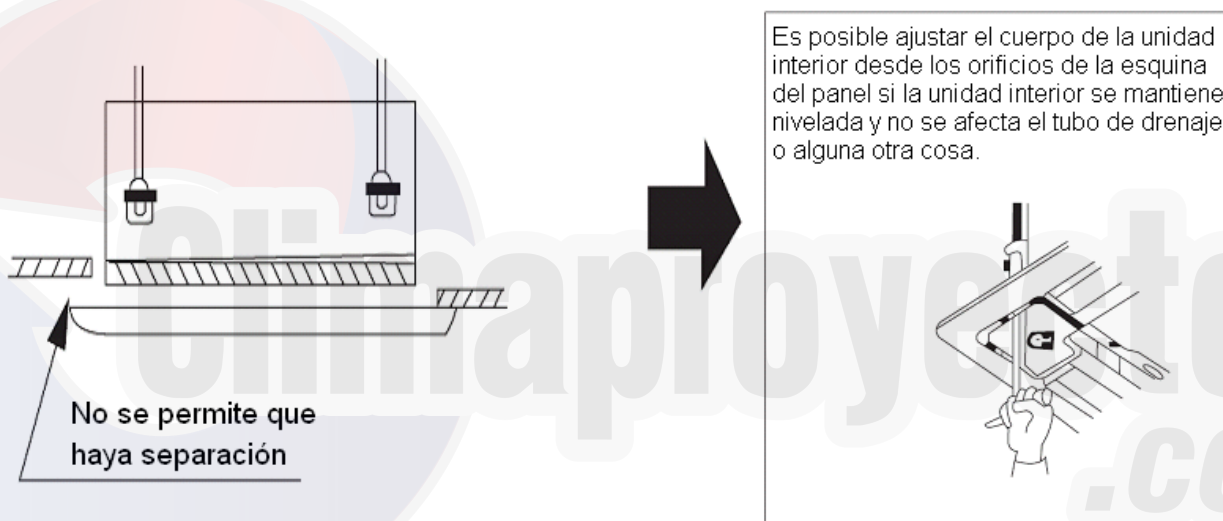

Fig.6
2. Si queda aún una separación entre el techo y el panel después de apretar los tornillos, reajuste la altura del cuerpo de la unidad interior. (Refiérase a la Fig. 6).